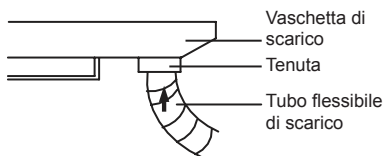

Fig. 24
- (1). Seguire la procedura riportata sotto per determinare la posizione del tubo flessibile di scarico.
- (2). Inserire il tubo di scarico nell'uscita di scarico dell'unità, quindi assicurare la fascetta stringitubo con del nastro adesivo. (Fig. 24)
- (3). Collegare la prolunga al tubo di scarico, quindi assicurare la fascetta stringitubo con del nastro adesivo.